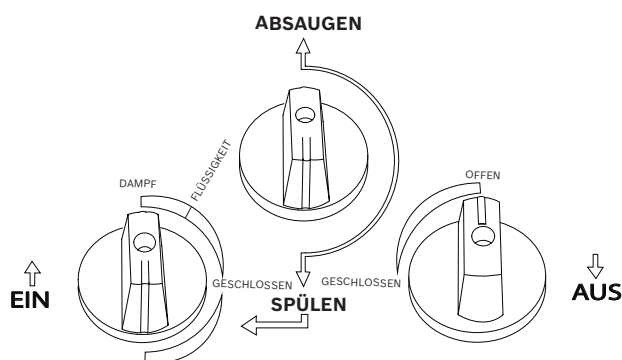

Abb. 5: Ventilstellungen beim Ausspülen von Restkältemittel
4. Den Drehknopf 'Absaugen/Spülen' (schwarz) des RG4.0 in Stellung **PURGE** (nach unten zeigend) drehen, wie in Abb. 5 dargestellt.
5. Das RG4.0 einschalten und das Einlassregelventil (blau) des RG4.0 in Stellung **PURGE** drehen, wie in Abb. 5 dargestellt.